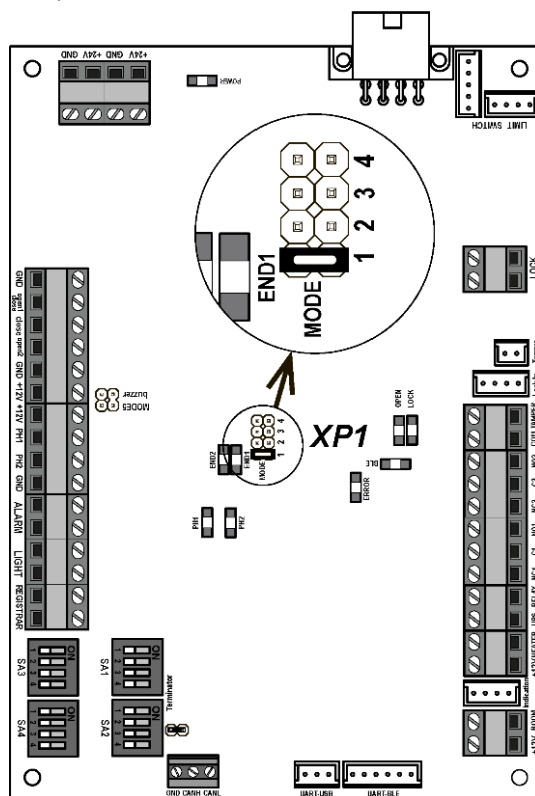

Рисунок 10. Расположение джампера «MODE1» при левостороннем положении стрелы
2. На приводе стрелы переведите рычаг (13) в нижнее положение. Для этого шлицевой отвёрткой вращайте винт (или ручку, в зависимости от модификации привода) разблокировки привода (21) против часовой стрелки до упора.
4. Демонтируйте рычажно-шатунную группу – детали (12) и (13), для чего открутите два болта (14) с внутренним шестигранником S10 и снимите стопорное кольцо (15). Детали плотно насажены на оси, при снятии покачивайте их из стороны в сторону, при необходимости используйте большие отвертки в качестве рычагов.
5. Снимите стопорное кольцо (16) и разъедините детали – шатун (12) и рычаг (13). Замените рычаг (13) на другой из комплекта поставки (рычаг с маркировкой 18B-B соответствует правосторонней установке стрелы, рычаг с маркировкой 18B-A – левосторонней). Установите шатун на новый рычаг и зафиксируйте обе детали стопорным кольцом (16).
6. Открутите четыре винта (18) с внутренним шестигранником S6 и переставьте упор (17) зеркально относительно вертикальной оси привода, на рисунке – место (19). Перед установкой упора на новое место проверните вал редуктора с упорной лапкой (20) при помощи винта (ручки) разблокировки привода (21). При необходимости зафиксируйте упор на новом месте болтами (18).
7. Установите на место рычажно-шатунную группу и закрепите ее болтами (14) на валу кронштейна стрелы и стопорным кольцом (15) на шарнире лапки (20).
8. На плате управления поставьте переключку-джампер «MODE1» на разъем **XP1** для левостороннего положения стрелы. Для правостороннего положения – джампер по умолчанию снят (см. рис. 10):